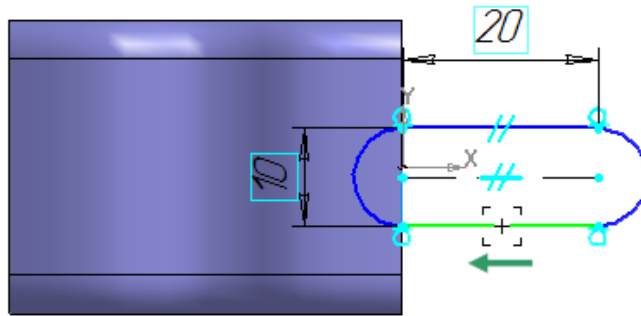

Рисунок 25
- Захватите мышью любой из объектов контура и перетащите его влево на основание детали (рис. 25).